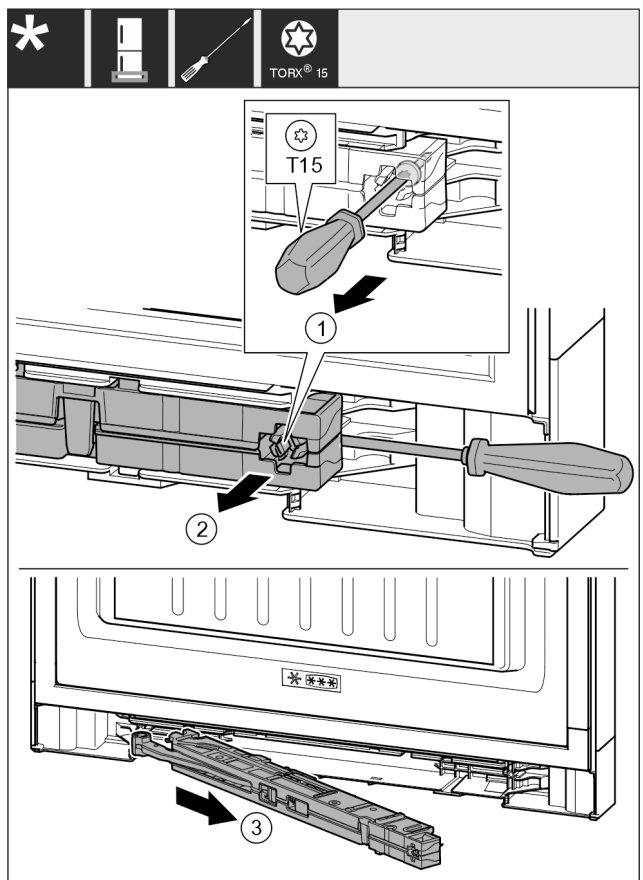

Fig. 17
- ▶ Schroef Fig. 17 (1) op sluitdemperunit met een schroevendraaier 14 mm losdraaien.
- ▶ Hef de sluitdemperunit Fig. 17 (2) aan de greepzijde naar voren met een schroevendraaier.
- ▶ Sluitdemperunit Fig. 17 (3) uittrekken.